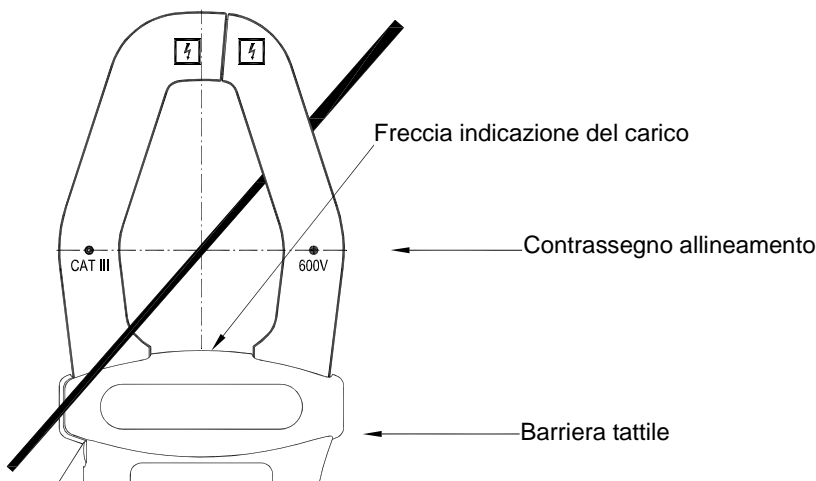

Figura 4. sonda di corrente ICA 3600N
- Non afferrare la sonda di corrente in alcun punto oltre la barriera tattile, vedere figura 4. ICA 3600N sonda di corrente
(Vedere Figura 1. errore di posizione della sonda di corrente e vedere la Figura 4. ICA 3600N sonda di corrente)